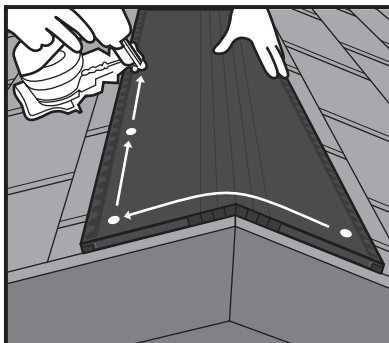

Fig. 7
2. Roll out and center vent over slot. Nail one end of the vent using the manufactured nail holes. Then nail one entire side of the vent in sequence, keeping the vent pulled tight. Finish by nailing the other side of the vent in sequence, beginning from the originally secured end of the vent. **See Fig. 7.**
2. Desenrolle y centre el respiradero sobre la ranura. Clave un extremo del respiradero con los orificios para clavos fabricados. Luego, clave un lado completo del respiradero en secuencia, a la vez que tira de este con firmeza. Termine clavando el otro lado del respiradero en secuencia, comenzando desde el extremo del respiradero que fijó primero. **Consulte la Fig. 7.**